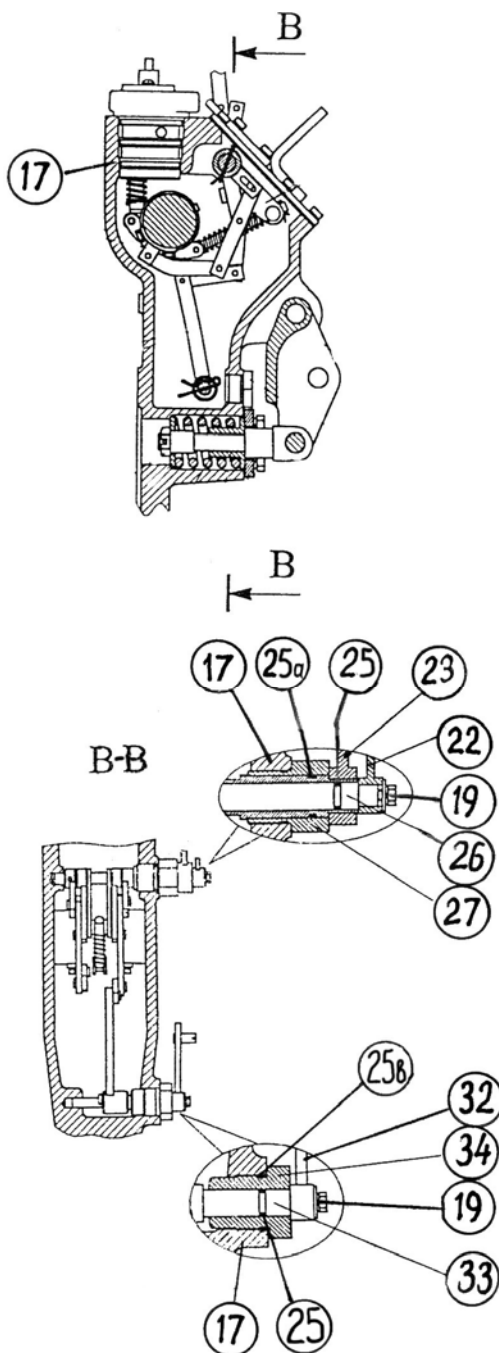

Рисунок 8.13 Замена уплотнительных “О” – колец гидроподъемника.
- 2) вывинтите болт (19), (**рисунок 8.13**), и снимите рычаги (22), (23);
- 3) вывинтите втулку (27) из корпуса гидроподъемника (17);